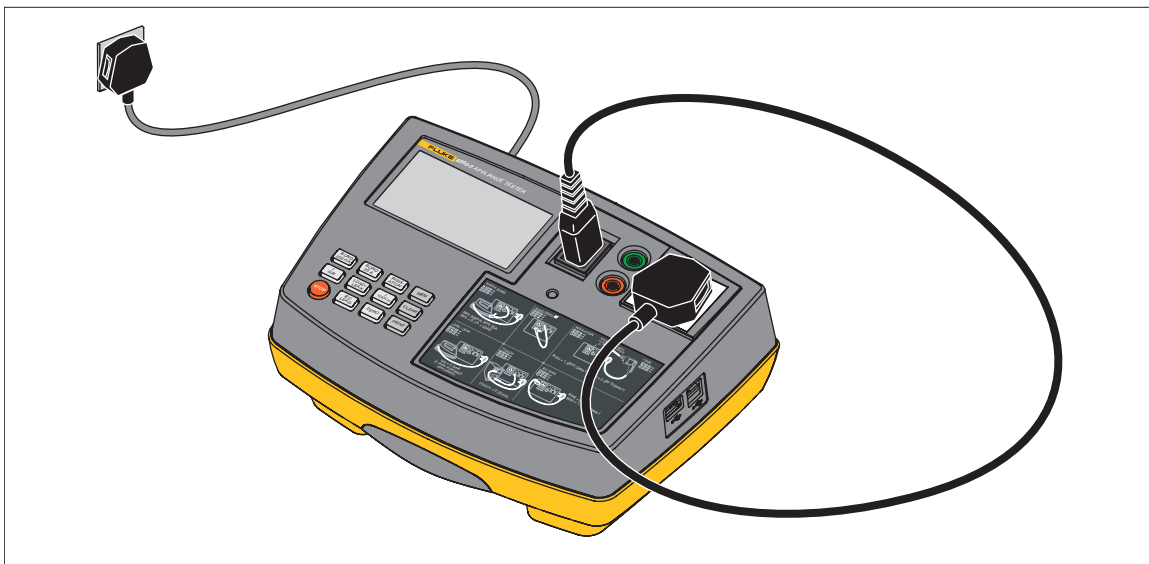

Abbildung 6. Anschlüsse zur Prüfung von Kaltgeräte- und Verlängerungsleitungen
1. Schließen Sie die zu prüfende Leitung wie auf dem Tester dargestellt an, siehe Abbildung 6.